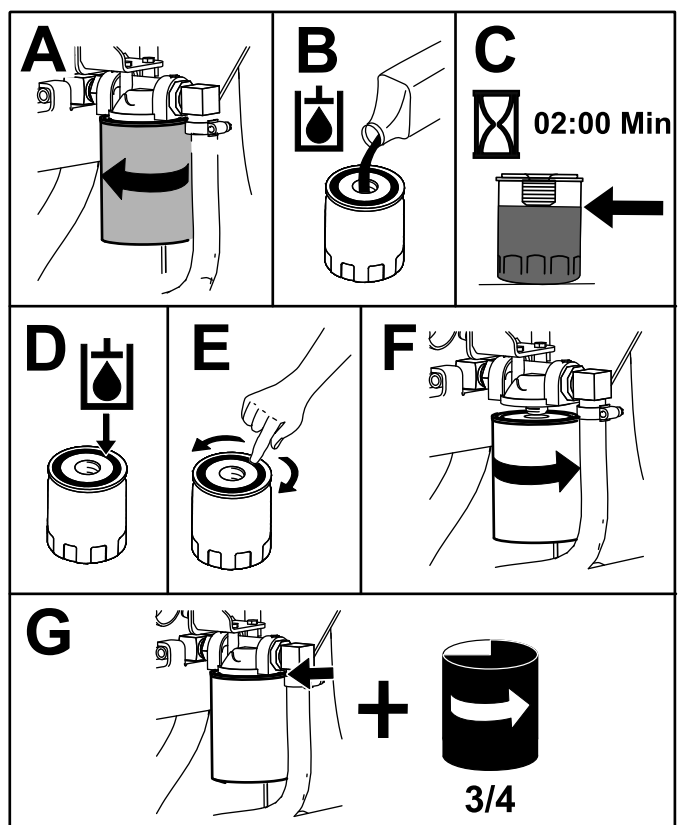

Figura 66
4. Coloque un recipiente debajo del filtro y cambie el filtro (Figura 66).